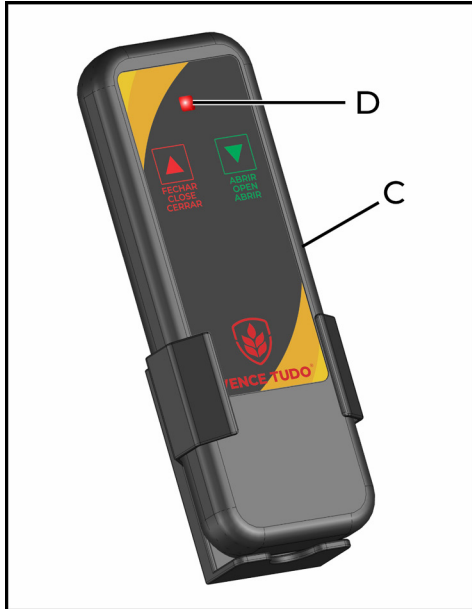

fig. 32
- **CONTROLE REMOTO SLIM:** O controle remoto slim (C) (fig. 32) é basicamente uma Interface Homem Máquina (IHM) que possui duas funções: avançar e recuar. Quando o botão ABRIR é pressionado, o atuador elétrico recua o eixo linear. Já quando o botão FECHAR é pressionado, o atuador elétrico avança o mesmo. O controle possui também um LED (D), o qual indica quando o controle está se comunicando com o controlador.